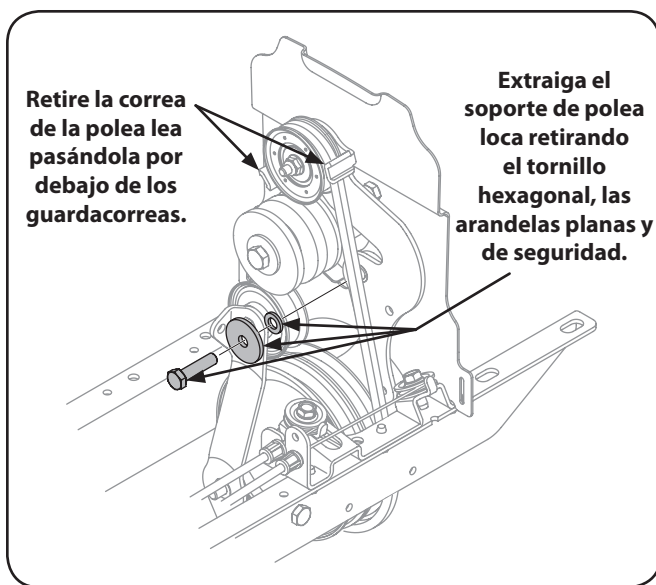

Figura 7-4
5. Extraiga la polea loca retirando el tornillo hexagonal de $\frac{5}{16}$ -24, la arandela plana y la arandela de seguridad, como se muestra en la Figura 7-4..